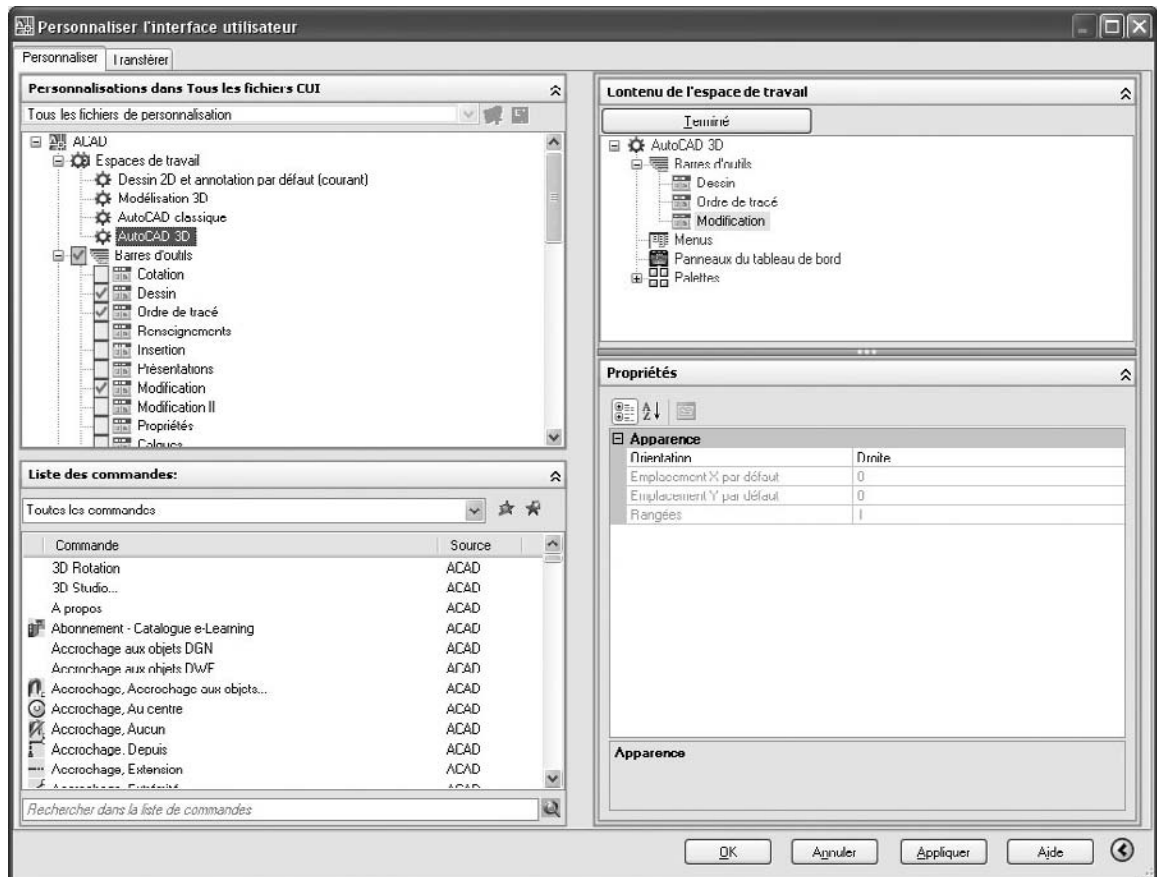

Fig.25.2
- 6 Cliquer sur la case à cocher située en regard de chaque menu, barre d'outils ou fichier CUI partiel que l'on souhaite ajouter à l'espace de travail (fig.25.2).